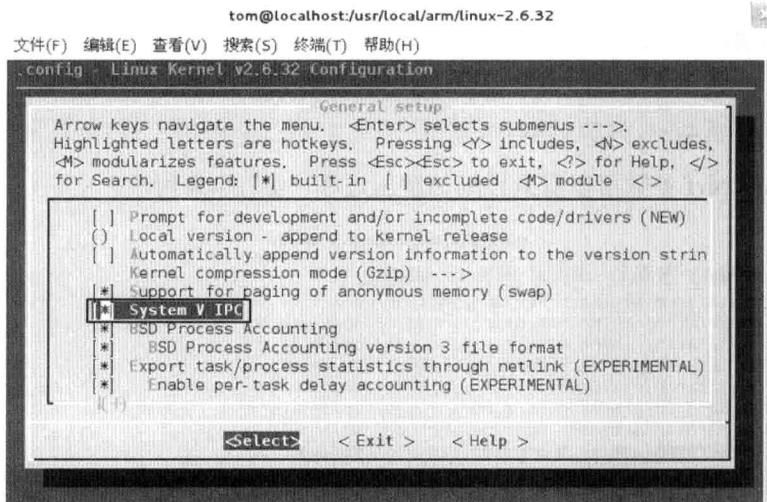
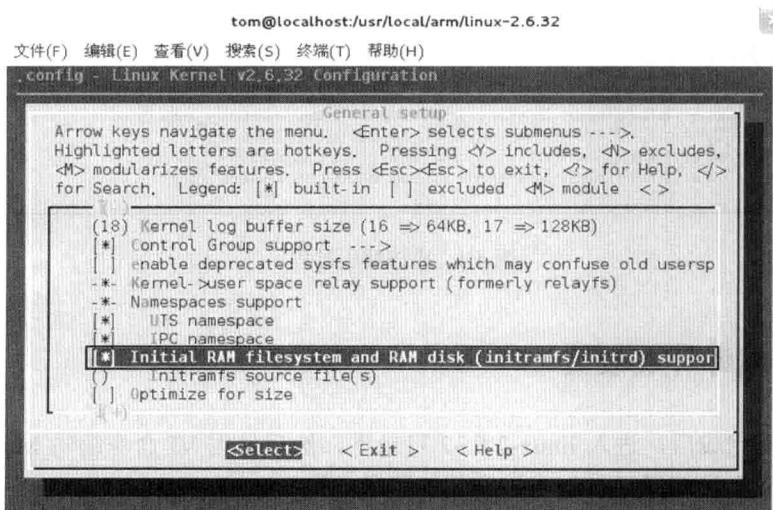

图 4.5 配置 System V IPC
图 4.6 配置 RAM disk 支持
(1) 在一般 General setup 配置项中选择子项 System V IPC。由于要支持处理器在程序之间同步和交换信息，如果不选该项，很多程序将运行不起来，所以选择 General setup 配置项中的子项 System V IPC，其他可以不选，如图 4.5 所示。在此配置界面中还有一个选项[\*] Initial RAM filesystem and RAM disk (initramfs/initrd) support 在制作 Ramdisk 文件系统时，应该选择该选项，如图 4.6 所示。